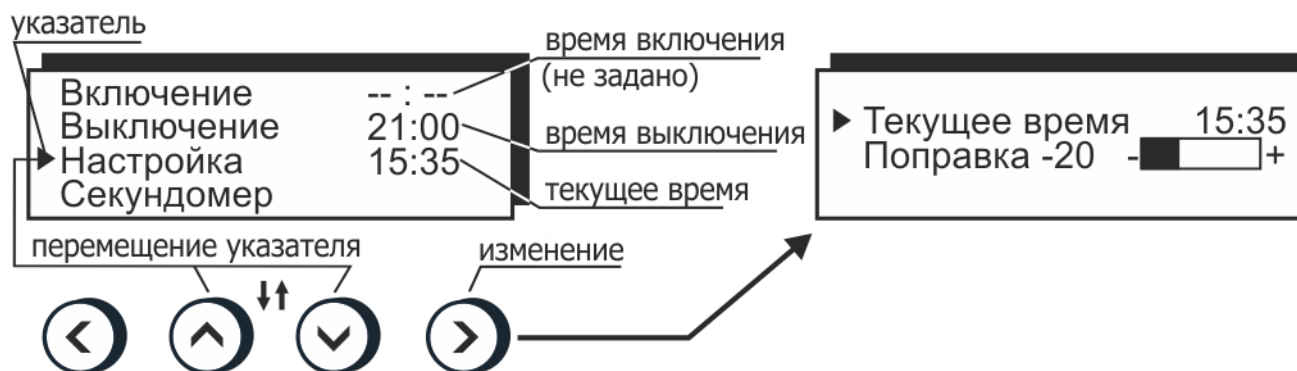

Рисунок 10 — Управление встроенными часами
- нажатиями кнопок (▲) и (▼) установить указатель против нужного времени: включения или выключения (рисунок 10);
- нажатиями кнопок (▲) и (▼) установить указатель против пункта "Секундомер" (рисунок 10);